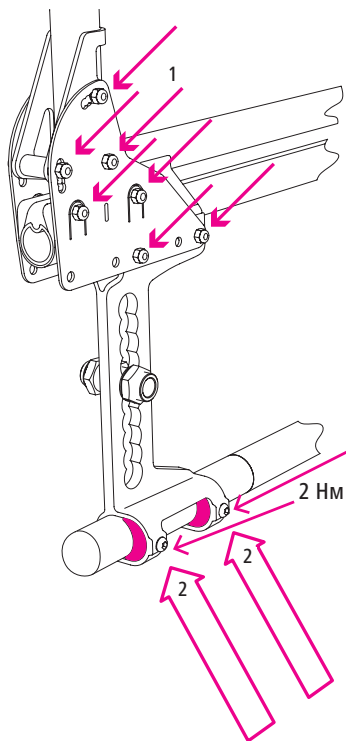

Рис.50
1. Щоб змінити розвал, послабте гвинти (1, 2, рис. 50) на пластині з'єднання з трубкою спинки.
3. Після того, як встановите всі 4 пластини в правильне положення, знову вставте всі гвинти (1, рис. 50) і надійно затягніть їх. Також знову міцно затягніть нижні затискні гвинти (2, рис. 50).